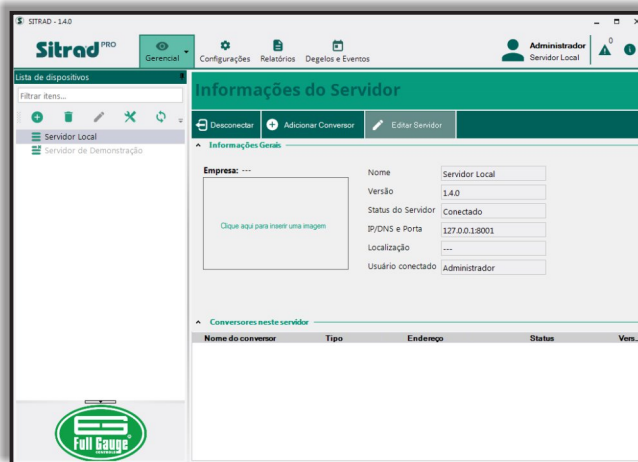

Figura 25
Passo 1: A Figura 25 exibe a tela Gerencial do Sitrad^{PRO}. Na guia **Lista de dispositivos**, à esquerda, selecione o servidor o qual deseja-se instalar. Esse servidor deve estar na mesma rede que o dispositivo. Na guia principal **Informações do Servidor**, clique no botão **Adicionar Conversor**.